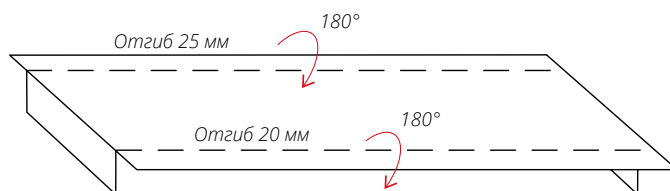

Рис. 11
■ Нарращивание Панели под конек производится по технике прямых-обратных отгибов. Подготовьте для наращивания Панель под конек, как показано на *рис. 11*. Зацепите подготовленную Панель под конек с верхней планкой юбки, обработайте киянкой линию стыка, закрепите Панель к дополнительным доскам обрешетки саморезами 4,8\*29.